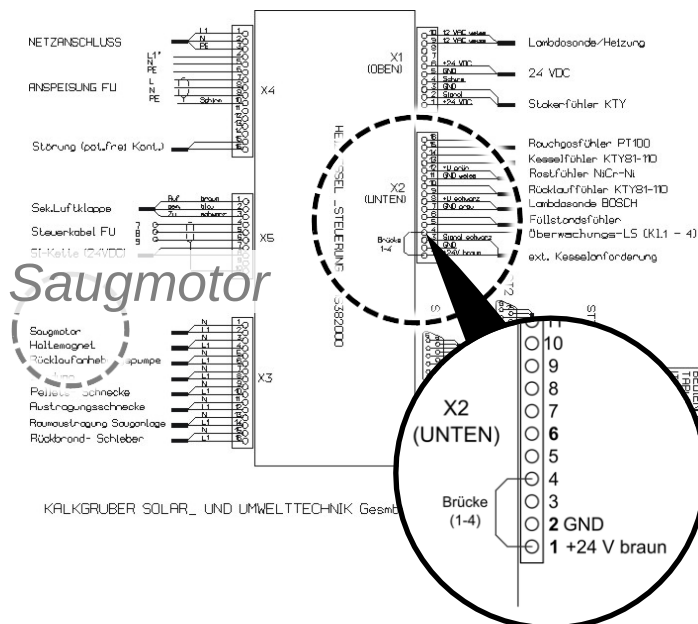

Abb. 5-3_001-IAO – Leistungsteil thermi^{nator} I
- Turbine an Saugmotor anschließen → Abb. 5-3